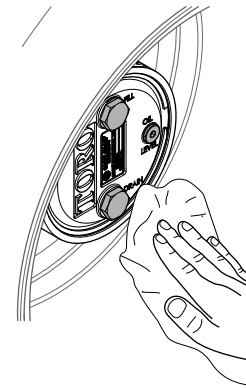

Bild 95
3. Wischen Sie das Gehäuse des Planetengetriebes und der Bremse ab (Bild 95).